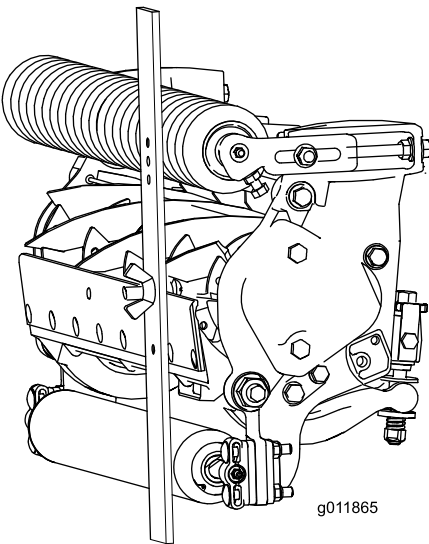

Figura 19
- 3. Prenda a cabeça do parafuso à extremidade cortante da lâmina de corte e apoie a extremidade traseira da barra no rolo traseiro (Figura 19).
- 4. Rode o parafuso de ajuste até que o rolo entre em contacto com a dianteira da barra indicadora (Figura 19). Ajuste ambas as extremidades do rolo até que todo o rolo esteja paralelo à lâmina de corte.